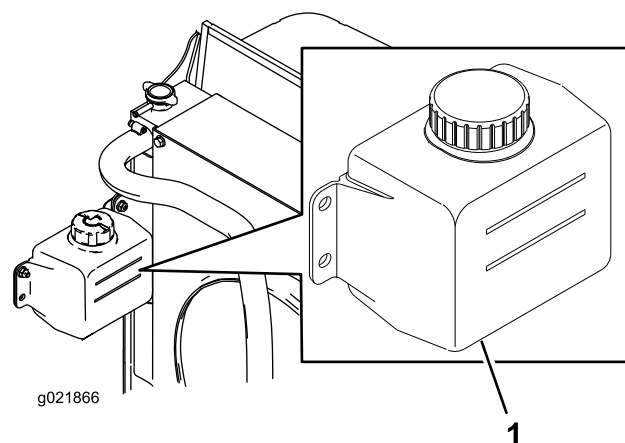

Figura 63
1. Verifique o nível de líquido de arrefecimento do depósito secundário (Figura 63).